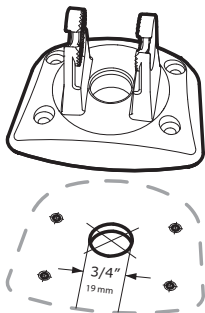

Figure 6
- 1a. Marquez et percez un trou de 3/4 po (19 mm) conformément à la figure 6. Faites passer les câbles par le trou. Les câbles sortent par l'orifice central du socle de montage.